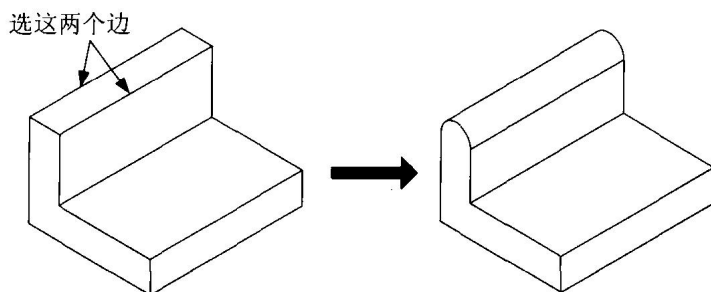

图 1.10
- ◆ **Edge Pair(边对)**: 可以选取一对不相邻的边来做 Full Round。例如, 图 1.10 是以 Full Round | Edge Pair 的方式选一个平面的两个边做圆角。